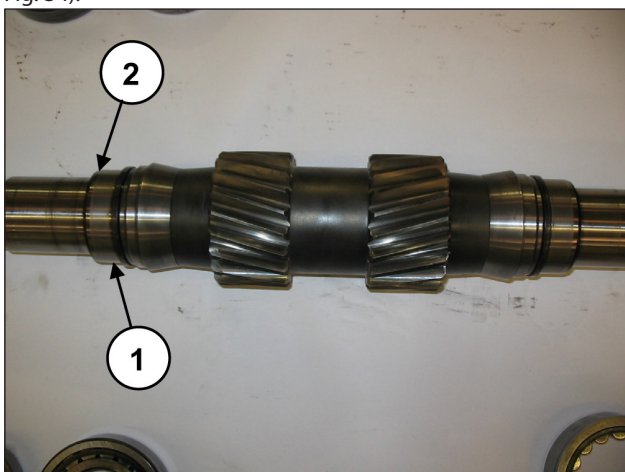

Fig. 34
Extraer las anillas internas de los cojinetes del eje PTO (pos. ①, Fig. 34) y los dos distanciadores del cojinete interno (pos. ②, Fig. 34).